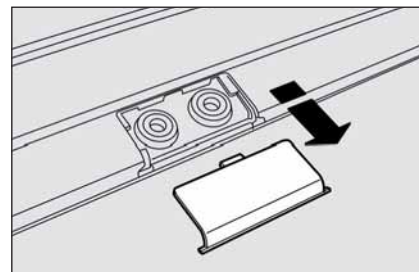

fig. 120
- pour les versions dotées de toit ouvrant: extraire les languettes en utilisant le tournevis, dont la voiture est dotée, pour rendre les emplacements de fixation **fig. 120** accessibles;